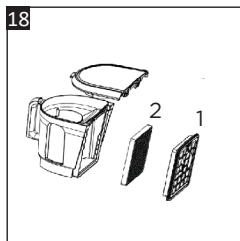

Fig. 18
3. Trageți cele 2 file de plastic din mijlocul filtrului HEPA (22) pentru a-l scoate din spatele colectorului de praf (Fig. 18).
4. Apoi scoateți filtrul de burete (21) din filtrul HEPA.